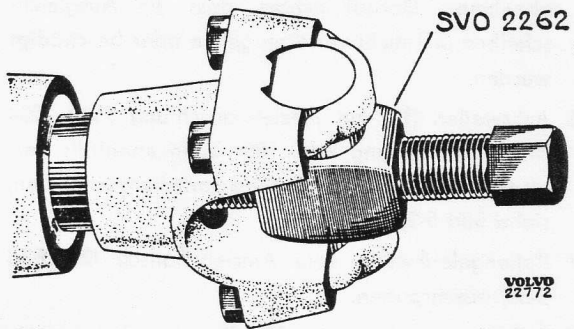
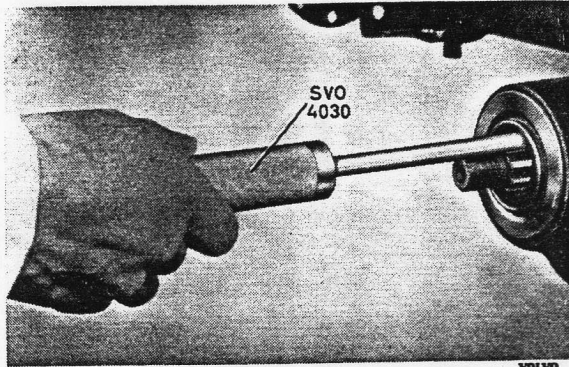

Bild 5-5. Antriebsflansch abziehen
Bild 5-6. Radialdichtring herausziehen
2. Flansch-Mutter abschrauben und Flansch mit Abziehvorrichtung SVO 2262 abziehen, siehe Bild 5-5. Radialdichtring mit Ausziehvorrichtung SVO 4030 entfernen, siehe Bild 5-6.
2. Einstellmuttern (34) und Lagerringe herausnehmen. Ausgleichgetriebe mit Tellerrad herausnehmen.
3. Kronenmutter (22) nach Entfernen des Splintes abschrauben und Antriebsflansch (21) mit Abziehvorrichtung SVO 2262 abziehen, siehe Bild 5-5. Antriebskegelrad (18. Bild 5-55) herauspressen, auf Ausgleichscheiben (26) achten.
4. Radialdichtring (20) mit Abziehvorrichtung SVO 4030 aus dem Gehäusehals des Antriebsgehäuses herausziehen, siehe Bild 5-6. Papierdichtung, Scheibe (19. Bild 5-55) und Kegelrollenlager (25) herausnehmen.